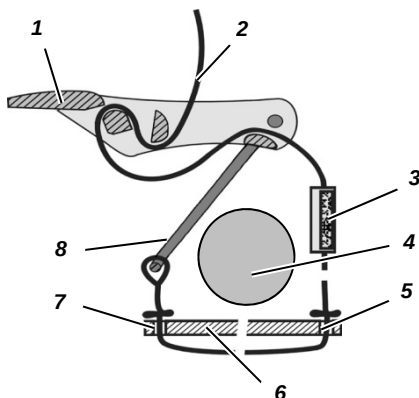

Bild 43 Kort flaskkrem
- (1) Trä först flaskkremmen (→ Bild 43) genom springan i ryggplattan (på utrustningshållarens högra sida), sedan genom den vänstra springan i ryggplattan och sedan genom flaskhållaren - justera flaskhållarens vertikala läge.
- (2) Tryck på kardborrbandet på flaskkremmen med den mjuka sidan utåt.